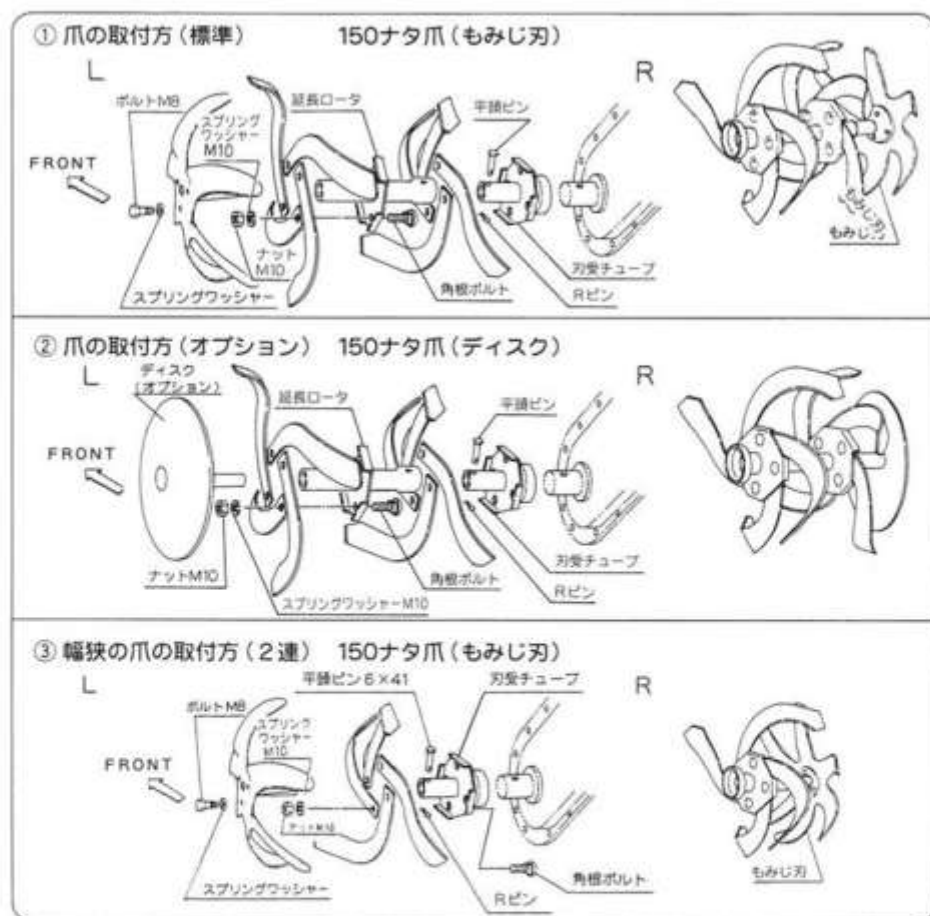

図2
- 爪は向きと回転方向を確認して、上図（図2－①、②）のように取付けてください。
- 作業幅30cmのときには、上図（図2－③）のように取付けてください。
- ② ハンドル受座にハンドルフレームとハンドルカバーをのせ、ハンドルクランプレバーBを締付けて固定する。
- ③ ハンドル取付ボルトを角穴に合わせて差込み、ハンドル上下レバーを締付ける。
- ④ 停止コードをエンジン側の停止コード(オスギボシ)に差込む。
- ⑤ スロットルレバーをハンドルパイプ右側に取付ける。
- ⑥ テンションワイヤをハンドル左側の主クラッチレバーに取付ける。
- ⑦ 150ナタ爪カンをそれぞれ左右の車軸にセットする。(図2)